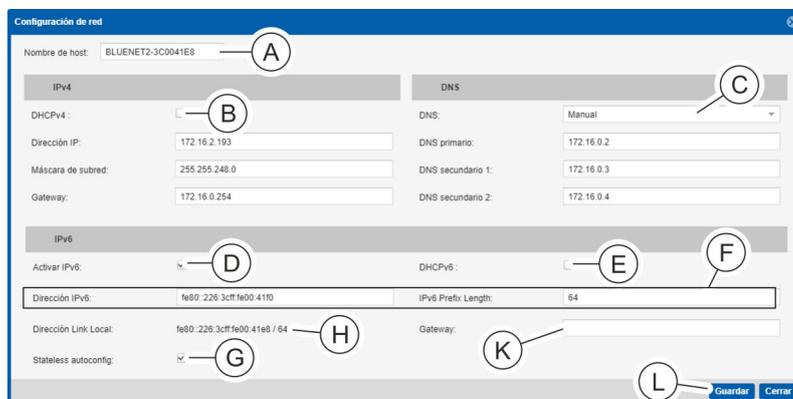

Fig. 138: Ventana "Configuración de red"
2. ➔ En la ventana "Configuración de red" cambie el nombre de host en caso necesario (Fig. 138/Ⓐ).
3. ➔ En el campo "IPv4", marque la casilla de verificación "DHCPv4" (Fig. 138/Ⓐ).
En el campo "DNS" (Fig. 138/Ⓒ), seleccione el parámetro "Priorizar DHCPv4" o "Priorizar DHCPv6".
5. ➔ En el campo "IPv6", haga clic en la casilla de verificación "Activar IPv6" (Fig. 138/Ⓒ) en caso necesario. Cuando "IPv6" está activado, se aplica automáticamente una dirección de enlace local "Dirección Link Local" (Fig. 138/Ⓒ) a la PDU.
- 6. Si la casilla de verificación "Activar IPv6" está marcada, puede ser necesario marcar la casilla de verificación "DHCPv6" (Fig. 138/ⓐ).
Como alternativa, puede no marcar la casilla de verificación "DHCPv6" e introducir manualmente la dirección IPv6 e IPv6 Prefix Length (Fig. 138/ⓔ).
- 7. En caso necesario, introduzca en el campo "IPv6" una puerta de enlace (Fig. 138/ⓐ).
- 8. En caso necesario, marque en el campo "IPv6" la casilla de verificación "Stateless autoconfig" (Fig. 138/ⓔ).
- 9. Confirme la introducción con el botón "Guardar" (Fig. 138/ⓔ).